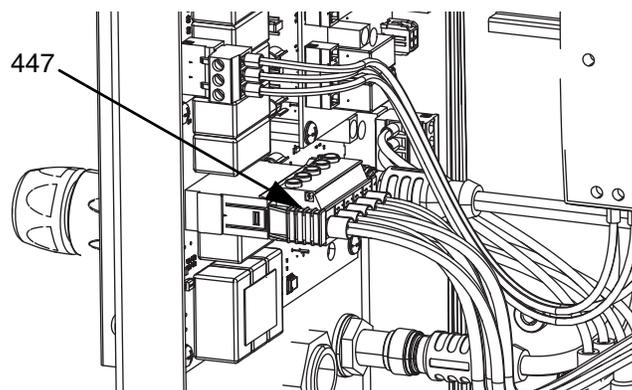

図 17
- 拡張モジュールに付属するCAN ケーブルを、加熱制御ボックス (S) の AMZ 1 のバルクヘッド 2 (B2) に接続します。
- 拡張モジュールからのワイヤーハーネス (479) を以下の図のように、AMZ1 に接続します。図 17.